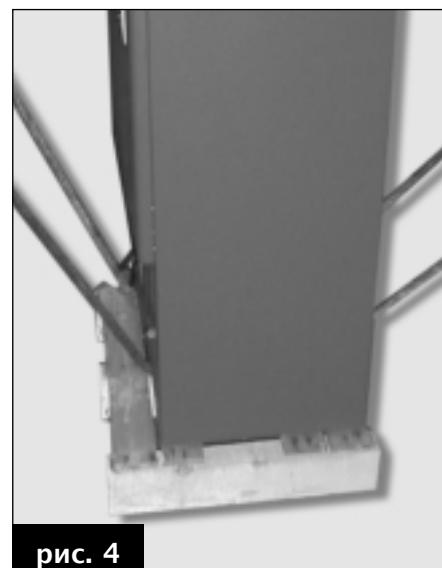

рис. 4
* провести ремни под котлом и через опорные ножки, приподнять котел и установить его на пол. **Внимание: при подъеме котла с поддона, необходимо поддерживать его, во избежание переворота (рис. 4);**